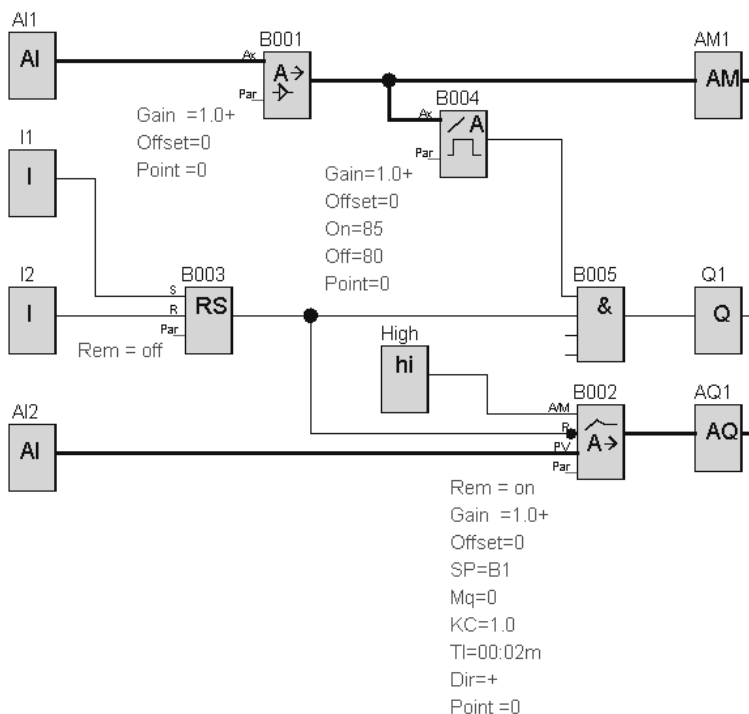

Рис. 9.28. Коммутационная программа
Коммутационная программа представлена на рис. 9.28. В программе использованы следующие функции:
- Запустите на компьютере программу LOGO!Soft Comfort и наберите коммутационную схему (рис. 9.28). Задайте параметры блоков B001, B002, B004, как указано на рисунке.